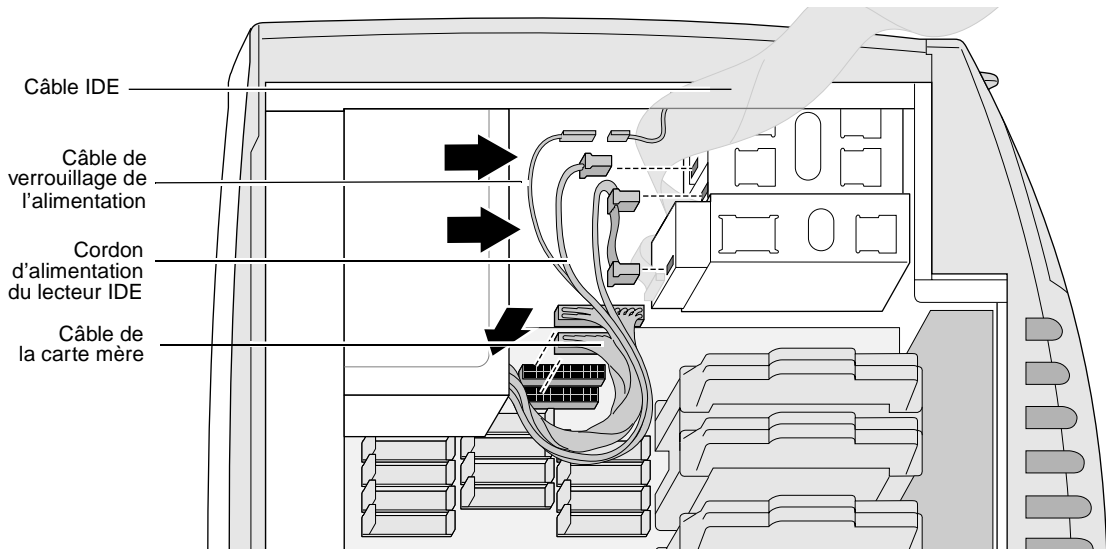

Figure 7-8 Reconnexion des cordons d'alimentation
- Reconnectez les câbles d'alimentation à la carte mère de manière à ce que les languettes des connecteurs se trouvent sur le dessus. Ces connecteurs sont de tailles différentes ; vous ne pouvez pas vous tromper au moment de leur insertion (voir Figure 7-8).